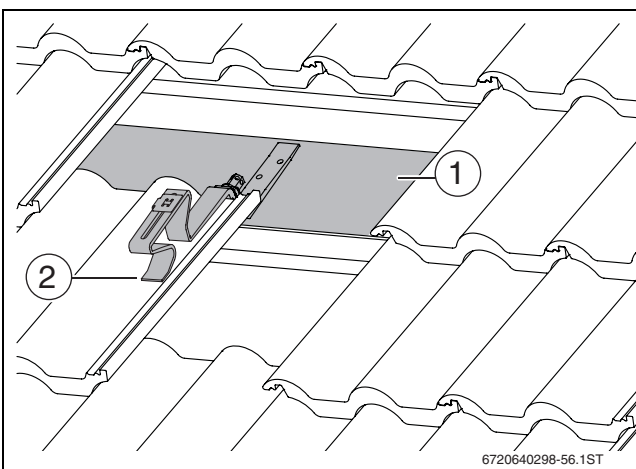

Bild 21 Sparrenanker auf Brett/Bohle befestigt
- ▶ Wenn erforderlich, auf den Sparren ausreichend tragfähige Bretter/Bohlen befestigen (→ Bild 21 [1]). Wenn erforderlich, Konterlattung in diesem Bereich entfernen.
- ▶ Abstützung vorne (→ Bild 21 [2]) so auf den Dachziegel legen, dass die Abstützung bei Belastung in einem Wellental aufliegt.